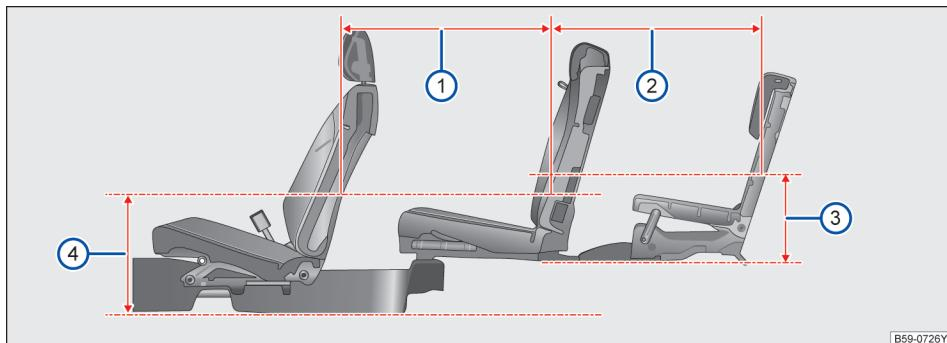

图 96 座间距
位置 680mm 处→图 96 ④，第一排及第二排座椅
座间距为 613.8mm→图 96 ①；在距离第二排座
椅下方地板 380mm 处→图 96 ③，第二排及第三
排座椅座间距为 640.5mm→图 96 ②。